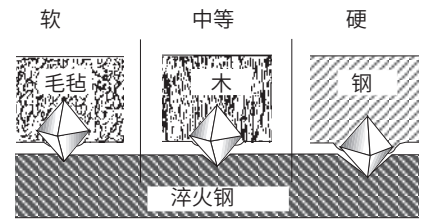

图 6. 载具硬度影响金刚石颗粒的外露和磨削量
- 对于软性载具，磨粒能够压入其中。此时尽管磨粒尺寸相同，而抛光的表面却更细。见下图 6。